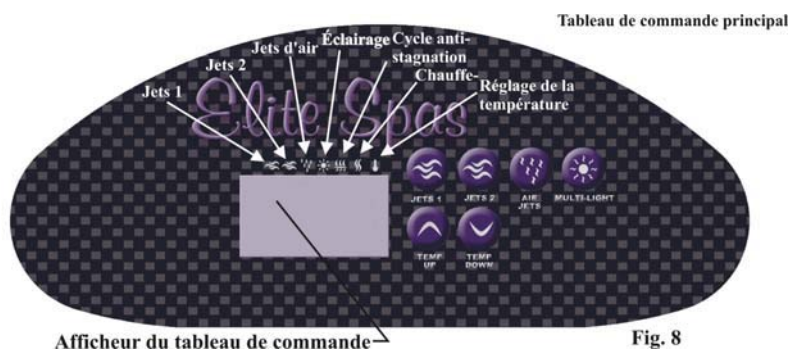

Fig. 8
Les spas Platinum sont équipés d'un tableau de commande principal situé sur le côté du spa, comme illustré ci-dessus (Figure 8). Le tableau principal commande toutes les fonctions du spa et utilise des lampes témoins et un afficheur à LED intégré pour vous aider à déterminer la programmation par défaut du spa. Lorsque le spa est mis sous tension ou qu'il y a une panne de courant temporaire, le système déclenche sa programmation par défaut. La pompe circulaire 24-heures et le générateur d'ozone s'activent automatiquement. Le cycle anti-stagnation (AC) débutera 24 heures après que le système se soit mis en marche. Le cycle anti-stagnation sera en action pendant 2 heures, puis se répétera toutes les 12 heures. La température sera maintenue à 43 °C (100 °F). Les définitions par défaut peuvent varier d'un spa à l'autre, mais vous pouvez les programmer.